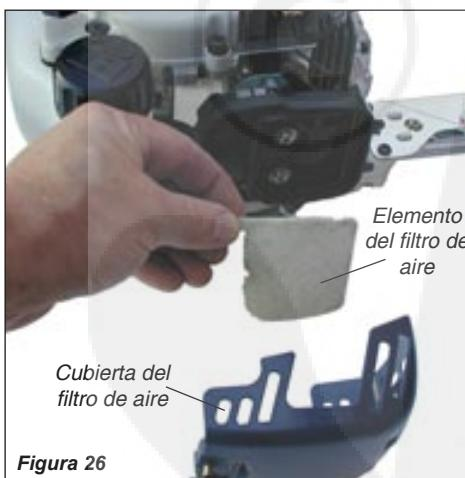

Figura 26
- Retire el elemento del filtro de aire. Consulte la figura 26. Limpie o reemplace como sea necesario. Paralavar el elemento: Lavelometiculosamente con agua y jabón. Deje que seque antes de reinstalarlo.